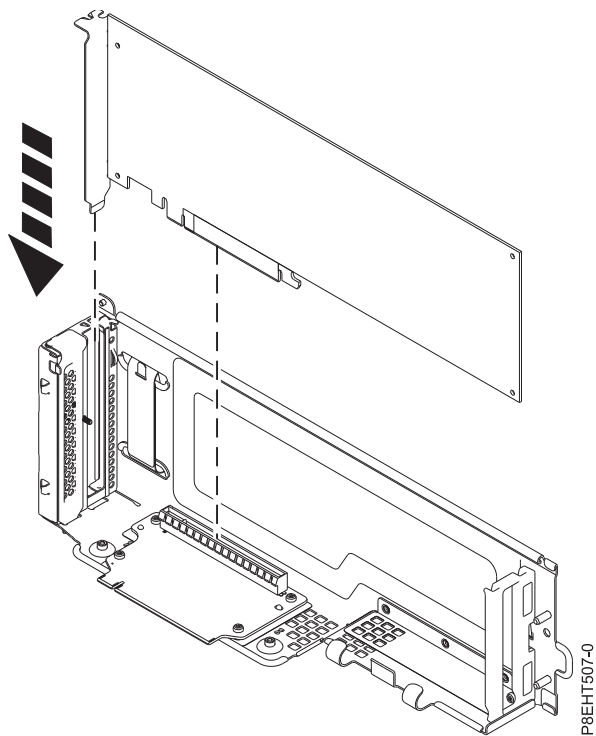

Figure 42. Insertion d'une carte PCIe dans le connecteur de bus PCIe
2. Installez la nouvelle carte PCIe dans le connecteur de bus PCIe en prenant soin de l'aligner correctement et de l'insérer entièrement dans l'emplacement. Voir figure 42, à la page 44.